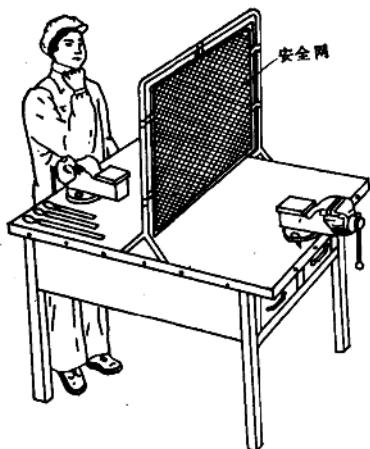

图 1-1 钳台
钳台也叫钳工案子，用于安装虎钳，放置工具和工件。钳台的型式有多种，图1-1所示的是其中的一种。钳台用木料制成，大都在下部还附有存放工具等的小抽屉或小柜。钳台的高度约为800~900mm，面板厚70~80mm，宽和长随需要而定。钳台上虎钳的前方设有安全网。在台上放置的任何物体不许伸出台边以外。左手用的工具放在虎钳的左边，右手用的放在右边，并且放置的位置要固定，尽量做到伸手到位即可取得。
(1) 底座螺栓必须紧固。固定钳口的工作面必须露在钳台边沿以外，才能竖向夹持长工件。钳口上表面距地面的高度最好根据使用者的身高确定(图1-1)。
(2) 被夹持工件的厚度不许大于钳口最大开口宽度的 $2/3$ 。
(3) 工件未夹紧前或开始放松前都必须握紧，以防掉落。
(4) 较重的工件下部必须垫稳。长工件的自由端必须另外采取支撑措施，防止振动、变形和坠落。
(5) 夹持软金属和已加工表面时，要在钳口与工件间加软材料(铜片或铝片等)作的钳口垫。
(6) 工件夹持的松紧程度必须适当。不许用套管来加长手柄或用锤子打击手柄。